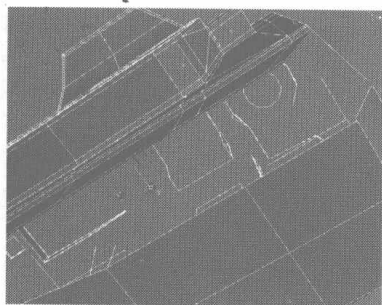
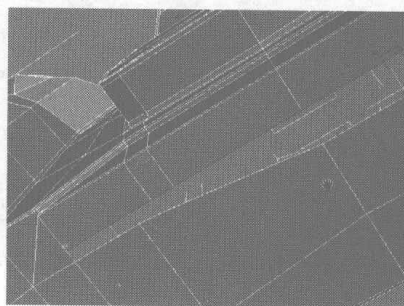

图 6.323
图 6.324
- 05 选择如图 6.323 所示的边线，在按住 Shift 键的同时拉伸该边线，如图 6.324 所示，再切换为节点编辑，在 Edit Vertices 卷展栏中单击 **Target Weld** 按钮，在视图中焊接拉伸后的相对应节点，如图 6.325 所示，将此面封闭。